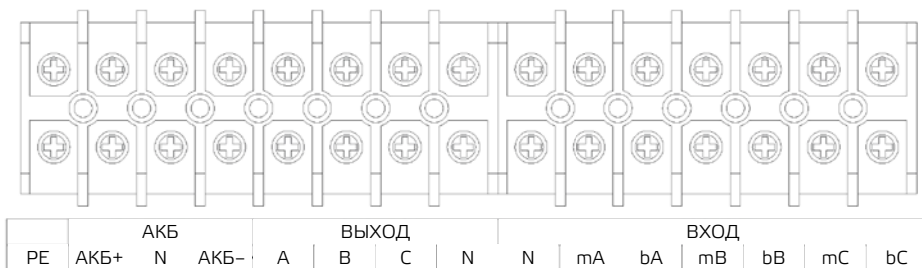

Рис. 3–4 (а) Клеммы подключения в моделях 10 – 20 кВА
2. Снимите крышку клемм. Входные и выходные клеммы, клеммы АКБ и клемма защитного заземления показаны на рис. 3–4 и рис. 3–5.